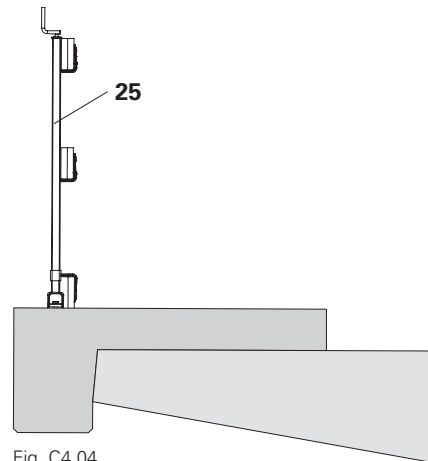
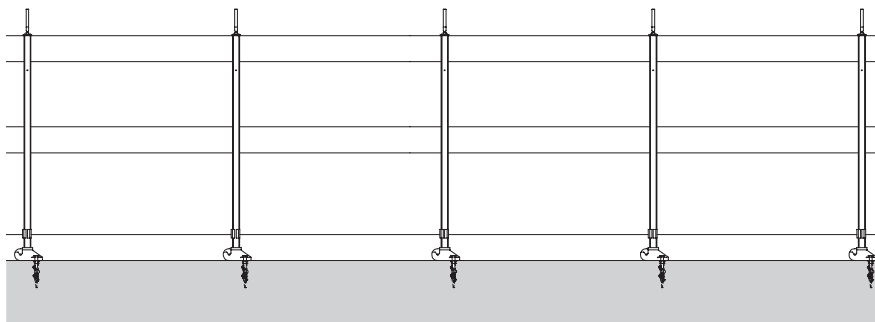

Fig. C4.04
Fig. C4.05
- Stringere la vite ISO4017-M16x120-8,8 (**43**) con la rondella ISO7094-16-100HV (**44**) e precaricare leggermente. (Fig. C4.04 – Fig. C4.05)